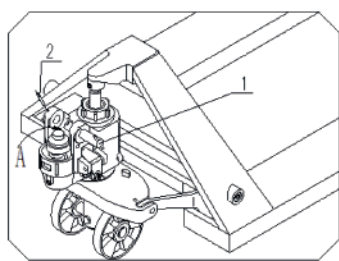

Figura 1
3.1 Observe la figura 1, remueva el pin del pasador 2.